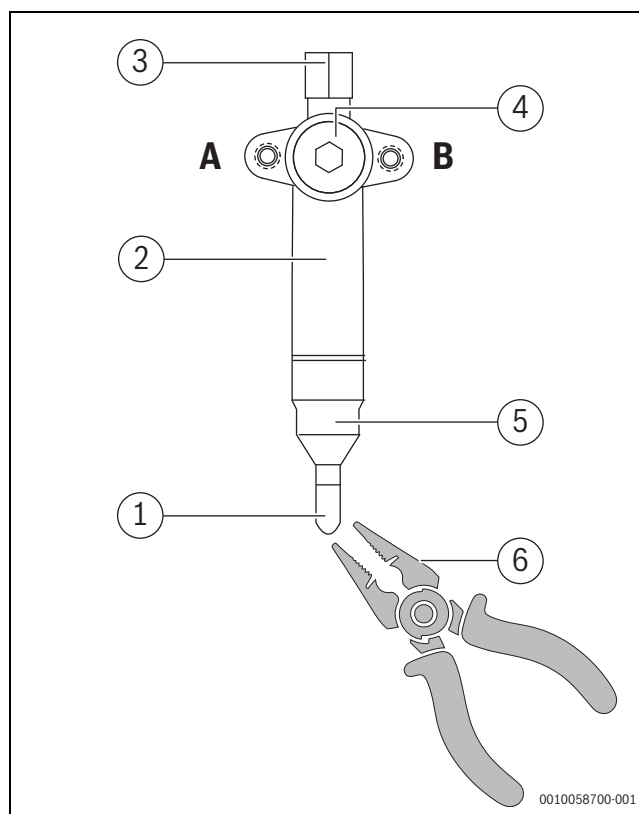

Fig. 22
- ▶ Retirar o tubo de vedação grande (→ Fig. 22).